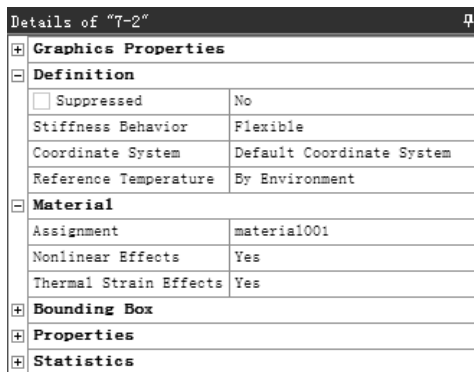

图 2.2.12 设置材料属性
(2) 然后在图 2.2.12 所示的“Details of ‘7-2’”窗口中单击 **Structural Steel** 后的 **▼** 按钮，在弹出的下拉列表中选择 **material001** 选项。